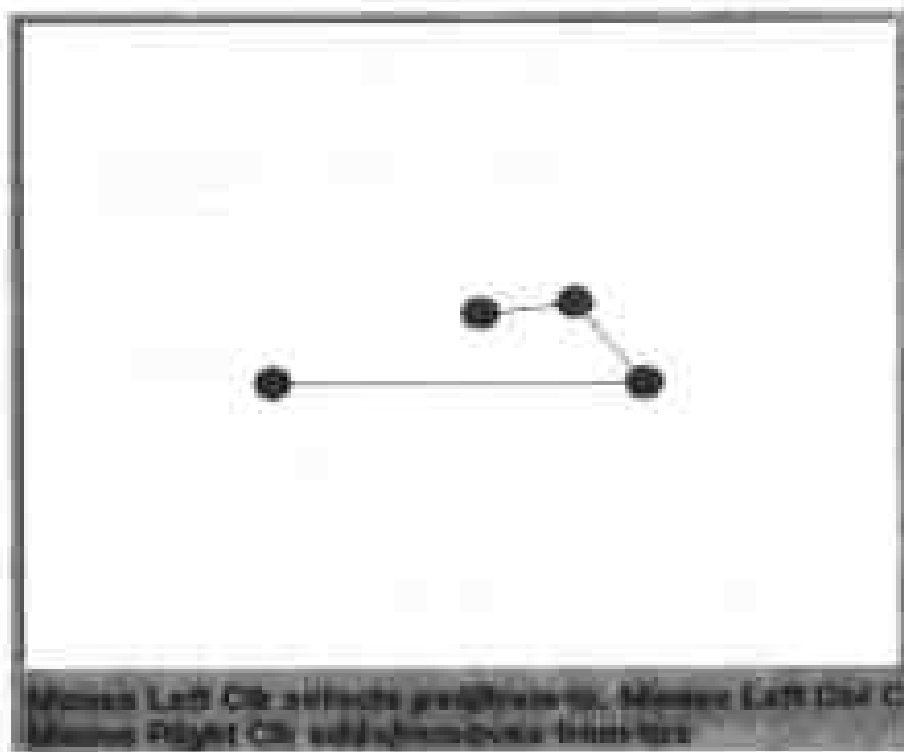

图 5-35 飞线显示区域
(4) 飞线显示区域。飞线显示用于显示自定义的飞线, 如图 5-35 所示。